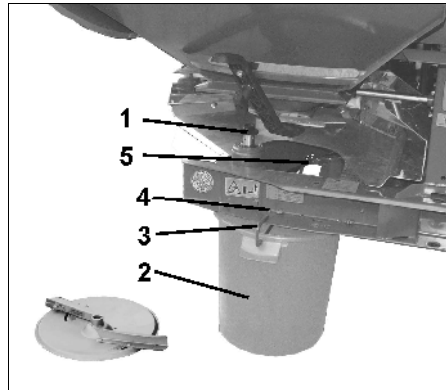

Fig. 33
- Flügelmutter (Fig. 33/1) zur Befestigung der linken Streuscheibe heraus-schrauben und Streuscheibe von Getriebewelle abziehen.
- Auffangbehälter (Fig. 33/2) mittels Bügel (Fig. 33/3) in die Aufnahmen (Fig. 33/4 und Fig. 33/5) am Rahmen einhängen.